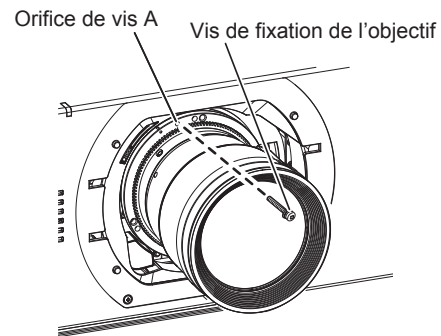

Fig. 2
3) Verrouillez l'objectif de projection avec la vis de fixation de l'objectif fournie. (Fig. 2)